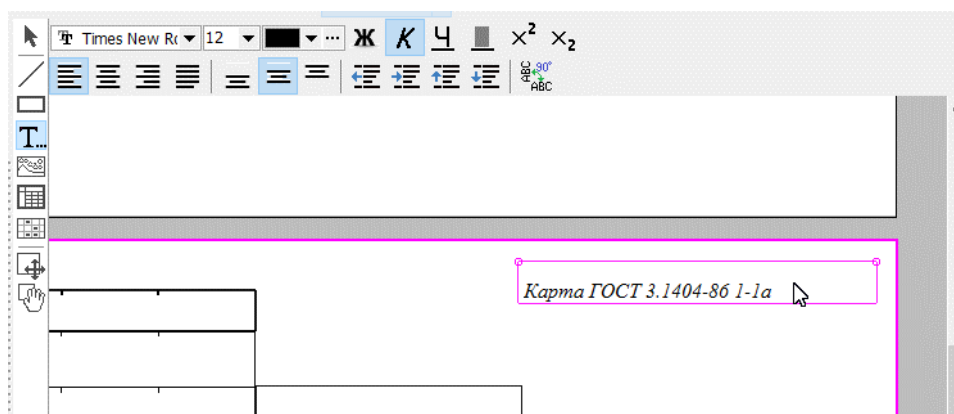

Рис. 10.56. Создание надписи в поле листа
- используя мышшь разместить рамку текста в нужном месте листа (Рис. 10.56);